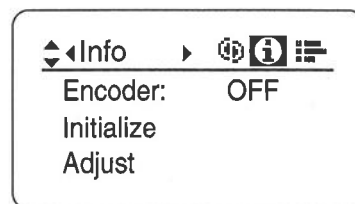

Fig7-3
2. Setキーを押し、右左キーを押し、Info画面を表示させてください。(Fig7-3)